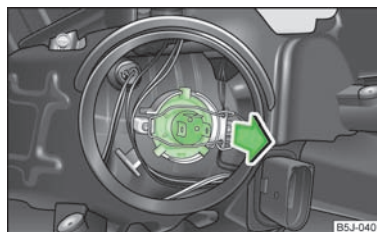

Fig. 147
- Retirez le connecteur de l'ampoule, déverrouillez l'étrier de fixation et retirez l'ampoule » fig. 147